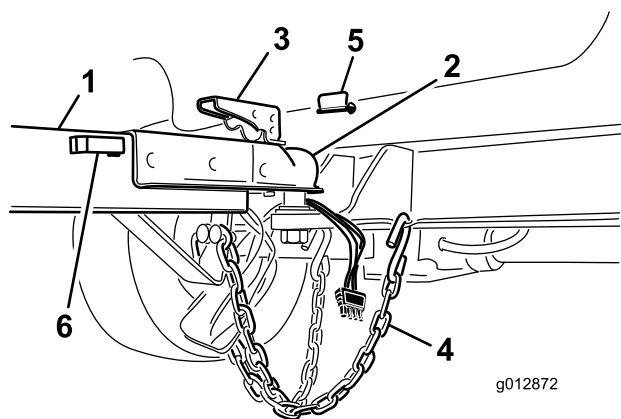

図 8
5. ハーネスコネクタをヒッチチューブ・ホルスタに入れる (図 8)。
2. トングのカップラレバーを持ち上げながら、カバーをボールヒッチの上に降ろす (図 8)。
- ピンを取り付けてカップラのレバーをロックする (図 8)。
- 安全チェーンを交差させ、ヒッチの穴に取り付ける (図 8)。